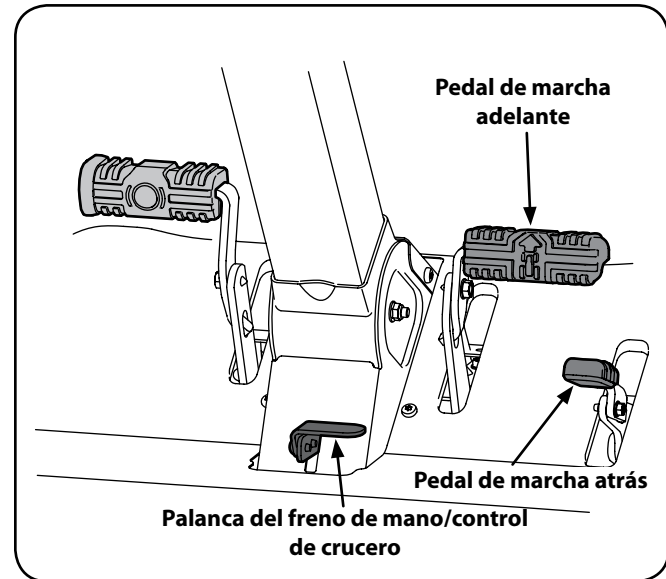

Figura 13
2. Para conducir hacia ADELANTE, presione lentamente el pedal de transmisión marcha adelante hasta alcanzar la velocidad deseada. Vea la Figura 13.
- Para conducir marcha atrás, verifique que el área de atrás esté despejada. Luego presione lentamente hacia adelante el pedal de transmisión marcha atrás  con la parte anterior de la planta del pie (NO con el talón) hasta alcanzar la velocidad deseada. Vea la Figura 13.